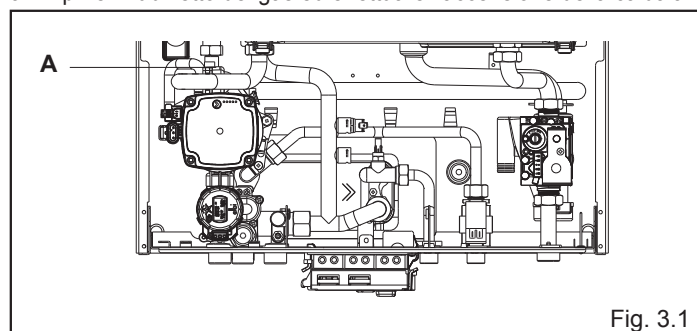

Fig. 3.1
1. Aprire di due o tre giri il tappo della valvola inferiore (**A**, fig. 3.1) di sfogo aria automatica e **lasciarlo aperto**.